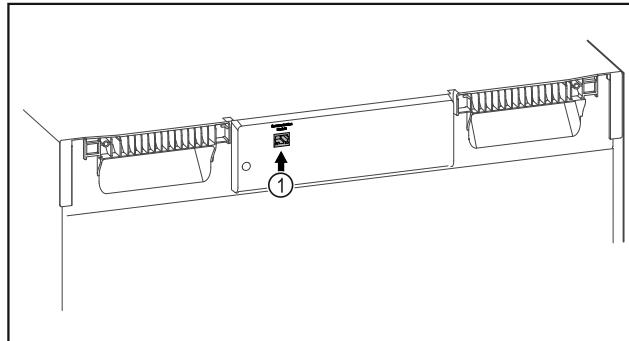

Fig. 95
- SmartModule Fig. 95 (1) je nasadený.